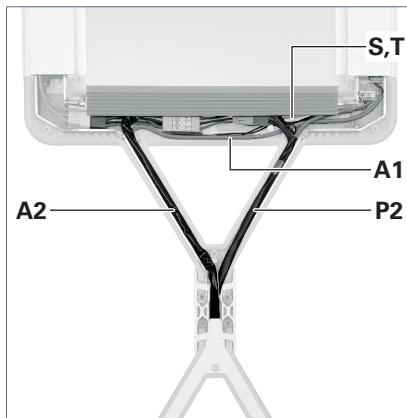

Fig. 17: Ranger les câbles.
- ▶ Posez le câble d'alimentation **P2** du bras vertical dans le bras de support de la tête du luminaire 1, voir Fig. 17.